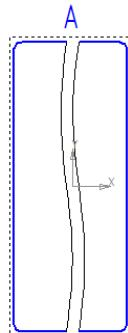

Рис. 6.5. Создание разрыва вида
3. На виде появятся две вертикальные линии, расстояние между которыми подлежит выбрасыванию. Можно двигая за эти линии редактировать область разрыва. Нажав на кнопку *Создать объект* в панели свойств создать вид (рис. 6.5).